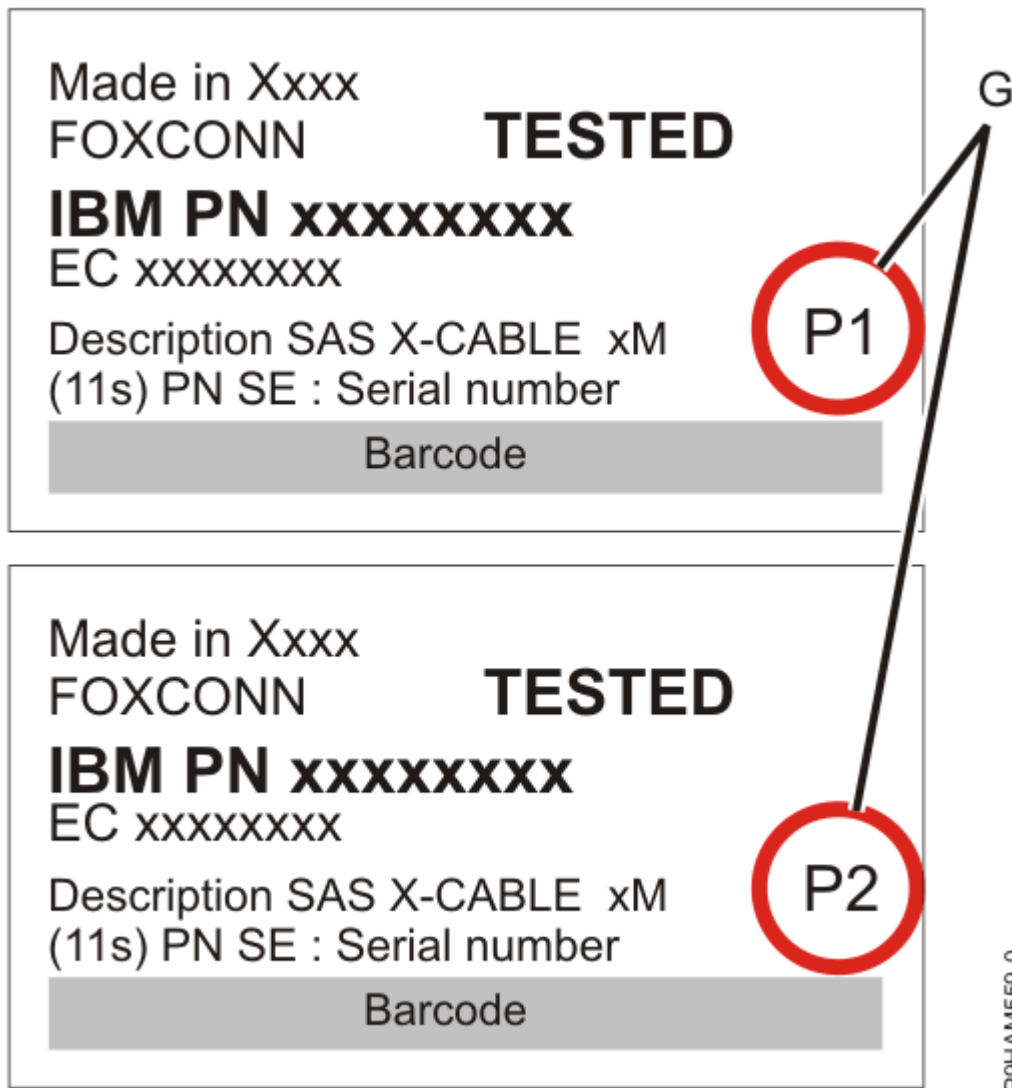

Abbildung 24. Etiketten für SAS-Adapterkabel mit P1- und P2-Kennung
**Anmerkung:** In Abbildung 24 auf Seite 29 finden Sie Beispiele für Beschriftungen dieser Kabelkennungen.
- Auf dem Kabel, das in den unabhängigen SAS-Adapter 1 (C) integriert ist, befindet sich ein Etikett mit der P1-Kennung (G). Dieser Adapter ist nicht für andere unabhängige Adapter geeignet. Er ist nur für die Laufwerkpositionen D1-D6 (bei der ESLL für D1-D3) geeignet.
- Auf dem Kabel, das in den unabhängigen SAS-Adapter 2 (D) integriert ist, befindet sich ein Etikett mit der P2-Kennung (G). Dieser Adapter ist nicht für andere unabhängige Adapter geeignet. Er ist nur für die Laufwerkpositionen D7-D12 (bei der ESLL für D4-D6) geeignet.
- Auf dem Kabel, das in den unabhängigen SAS-Adapter 3 (E) integriert ist, befindet sich ein Etikett mit der P1-Kennung (G). Dieser Adapter ist nicht für andere unabhängige Adapter geeignet. Er ist nur für die Laufwerkpositionen D13-D18 (bei der ESLL für D7-D9) geeignet.
- Auf dem Kabel, das in den unabhängigen SAS-Adapter 4 (F) integriert ist, befindet sich ein Etikett mit der P2-Kennung (G). Dieser Adapter ist nicht für andere unabhängige Adapter geeignet. Er ist nur für die Laufwerkpositionen D19-D24 (bei der ESLL für D10-D12) geeignet.